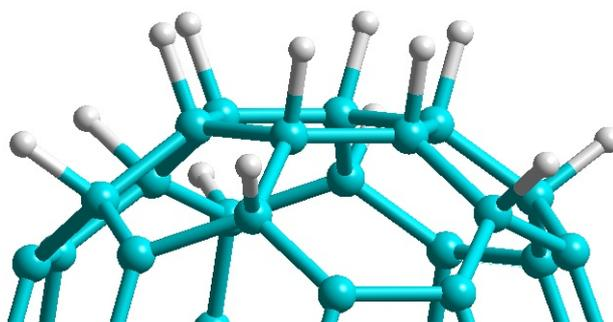

Рисунок 1. Поверхность гидрофуллерена.
2. С помощью инструментов добавления атомов в программе Avogadro добавить шестьдесят атомов водорода (H) на поверхности начального фуллерена  $C_{60}$ . Каждый атом водорода должен находиться только над одним атомом углерода на расстоянии  $\approx 1.1 \text{ \AA}$  (рисунок 1). Далее с помощью инструмента «Optimize Geometry» получить структуру искомого гидрофуллерена  $C_{60}H_{60}$ .